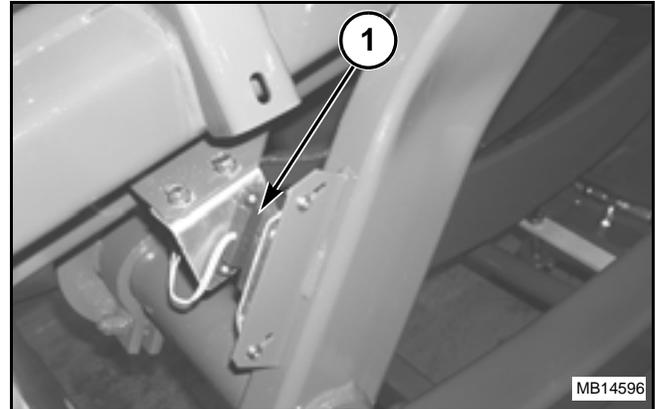

FIG. 22
FIG. 22: El interruptor principal de agujas (1) está ubicado en el bastidor del enfardador junto al brazo del portador de agujas del lado derecho. Cada vez que el portador de agujas termina un ciclo, el interruptor principal de agujas envía una señal para aumentar el conteo de fardos.